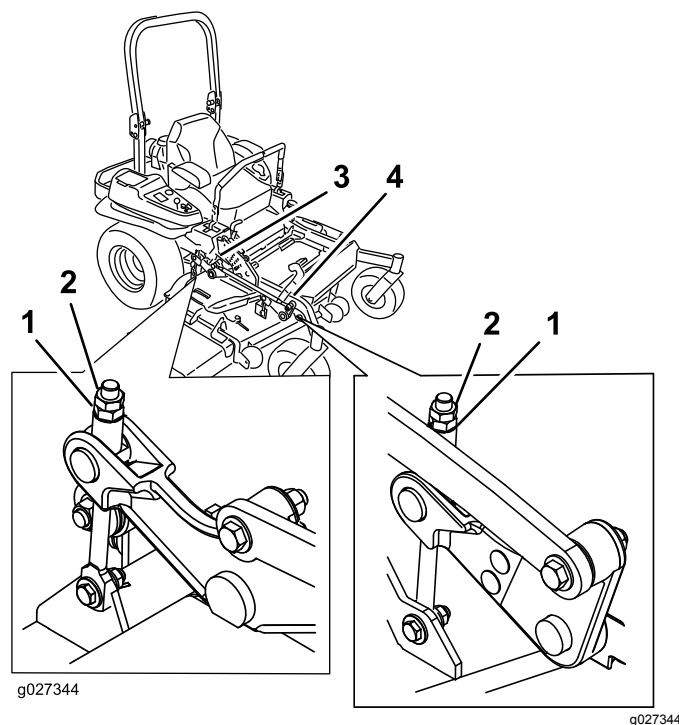

Bild 97
10. Drehen Sie die Einstellmutter am Frontmähwerkhub, um eine genaue Einstellung zu erreichen (Bild 97).